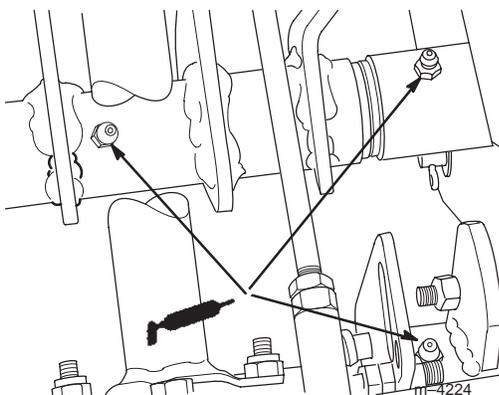

Bild 34
- Fetten Sie die drei Schmiernippel ein (Bild 34).